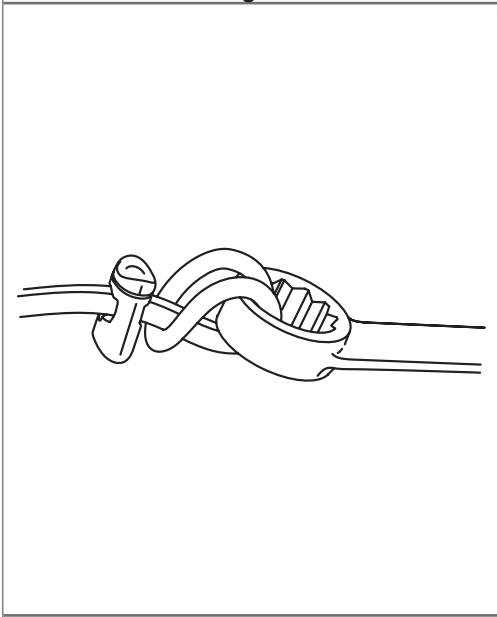

Fig. 3
3. Serrer en tirant, puis ajuster le verrou à glissière pour bien sécuriser la boucle autour de l'outil. (Figure 3)